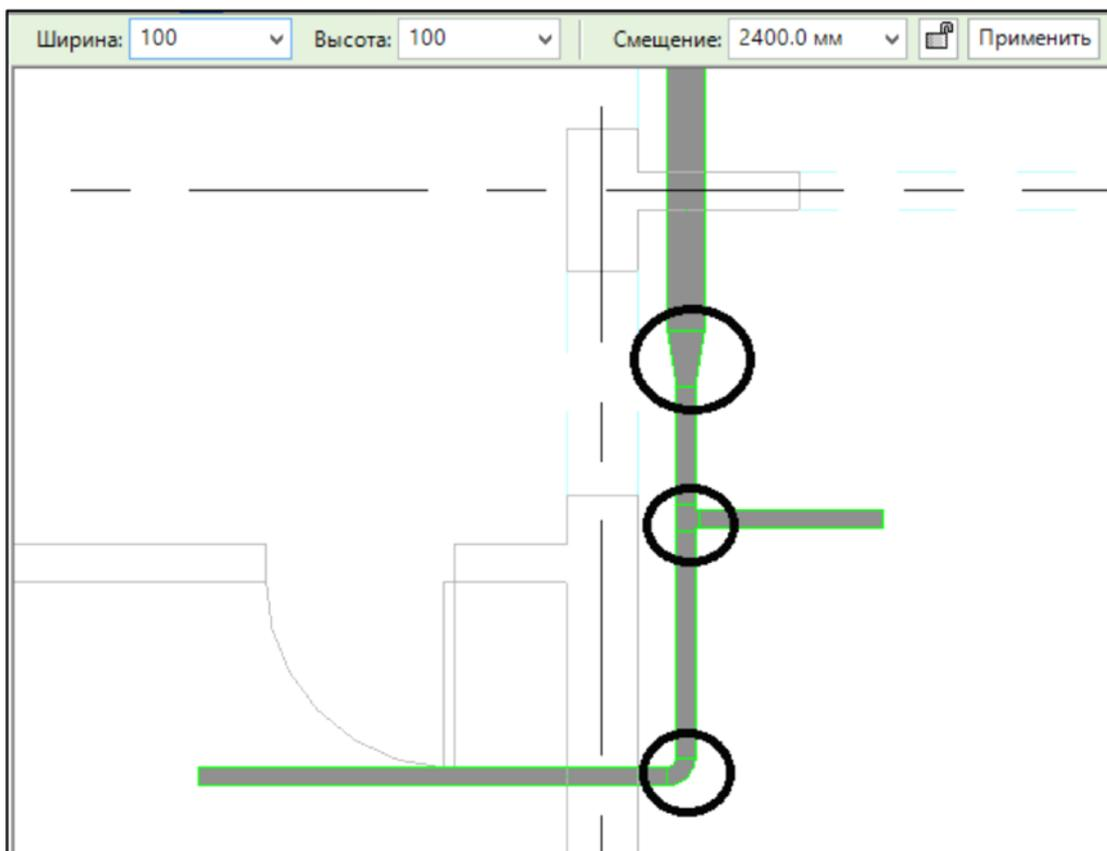

Рисунок 5.6 Трассировка воздуховода
4. Далее указанием курсора мыши в области рисования построить трассу воздуховода. При этом все необходимые фитинги будут установлены автоматически в соответствии с настроенным ранее типом (рисунок 5.6).